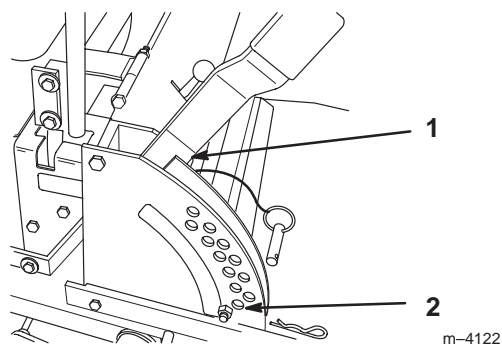

Figure 54
- Relevez le plateau de coupe en position de transport (Fig. 54). Détendez les deux grands ressorts de levage du plateau en desserrant autant que possible l'écrou de blocage et l'écrou avant, devant chaque ressort (Fig. 55).
- Placez 2 cales épaisses (35 mm) sous les bords inférieurs arrière gauche et droit de la tondeuse. Placez 1 cale (44 mm) sous le bord inférieur central avant de la tondeuse, pas sous les supports des galets de protection. Sélectionnez la hauteur de coupe de 38 mm (Fig. 54).
14. Déplacez le levier de relevage du plateau de coupe à la position de transport (Fig. 54).